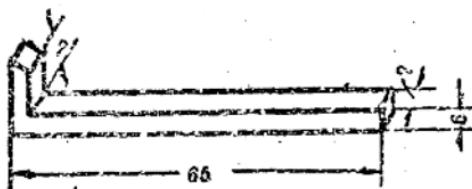

图 1-14 齿
**键** 用钢材经过刨床(或钳工)加工制成。它的尺寸必须和皮带轮及轴上的槽相配合，见图1-14。